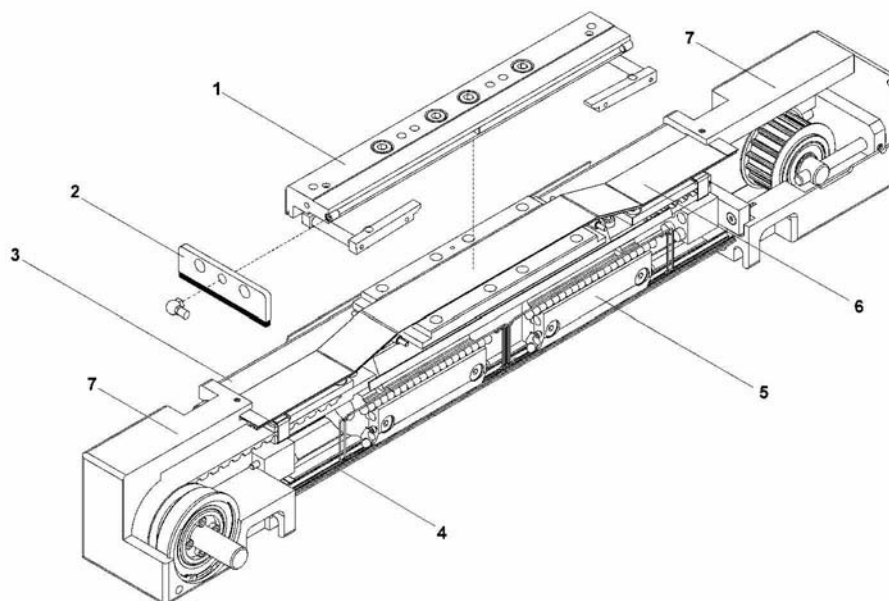

Figura 2
I moduli lineari WIESEL sono costituiti dai seguenti gruppi Figura 1 e Figura 2):
Figura 2: Nella misura WM80 *POWERLine ZRT*® quattro, e nelle misure WM60-370 e WM80-370, due slitte a circolazione di sfere protette (5) trasferiscono i momenti dalla slitta (1) al profilo (3). Le sfere scorrono in guide temprate (4). La lubrificazione avviene mediante un nipplo di lubrificazione centrale e mediante canali di lubrificazione (vedi capitolo 5 "Manutenzione").